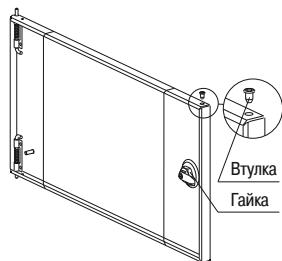

Рисунок 9
4.1.3 Вставьте в отверстие двери замок, предварительно скрутив с него гайку. Проверьте правильность установки замка. При правильной установке замок должен переводиться в положение «Закрыто» сверху вниз. Закрепите замок на двери гайкой (рисунок 9).
4.1.10 Вставьте в отверстия двери, сверху и снизу, пластмассовые втулки (рисунок 9).